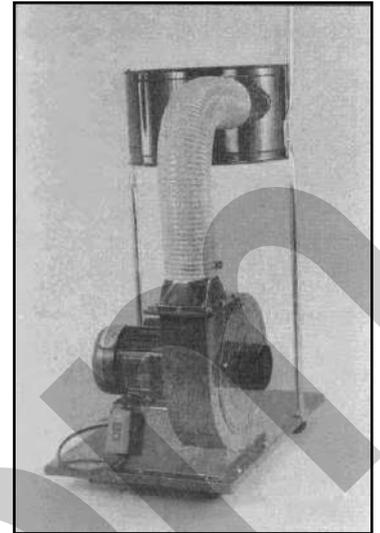

Figura 13 - Risultato intermedio.
7. Collegare l'estremità opposta del tubo flessibile (A) al corpo convogliatore (C) assicurandola con la fascetta (M) (Figura 13).